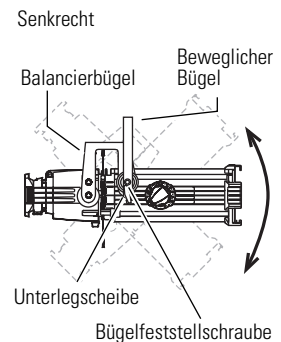

Abbildung 9
1. Den Balancierbügel so einstellen daß er wie in **Abbildung 9** dargestellt senkrecht zum Scheinwerfer steht. Falls der Vorderteil der Halterung mit mehreren Zubehörteilen versehen ist, muß der Balancierbügel eventuell in Richtung des vorderen Teils der Halterung geneigt werden, um das Gleichgewicht einzustellen.